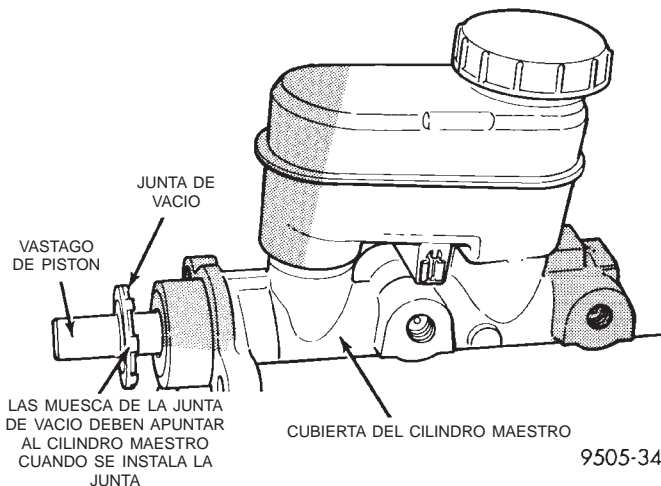
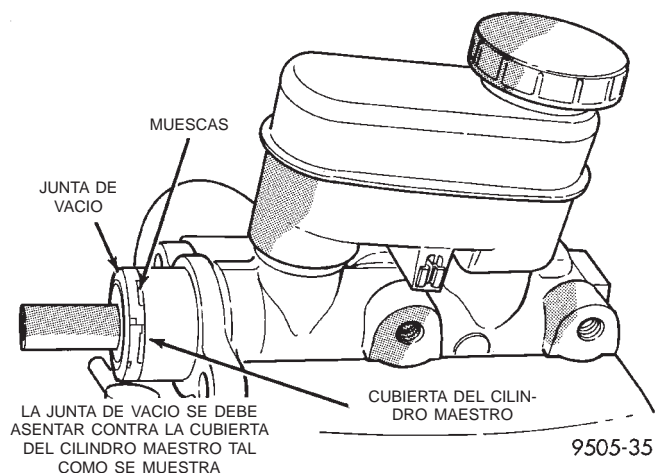

Fig. 29 Instalación de la junta de vacío en el vástago de pistón del cilindro maestro
Fig. 30 Junta de vacío emplazada para la instalación del cilindro maestro
(12) Instale la junta de vacío en el vástago de pistón del cilindro maestro tal como se muestra en (Fig. 29) con las muescas de la junta de vacío apuntando hacia la cubierta del cilindro maestro. Después deslice la junta de vacío en el vástago de pistón del cilindro maestro, hasta que se asiente contra la cubierta del cilindro maestro (Fig. 30), antes de instalar el cilindro maestro en el reforzador de vacío del servofreno.